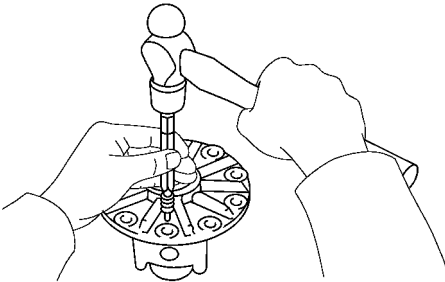

图 14-149 分解差速器壳
(1) 分解差速器壳。使用锤子和冲子敲出直销，拆下小齿轮轴、两个小齿轮、两个侧齿轮和两个止推垫圈，如图 14-149 所示。
(2) 装配差速器壳。